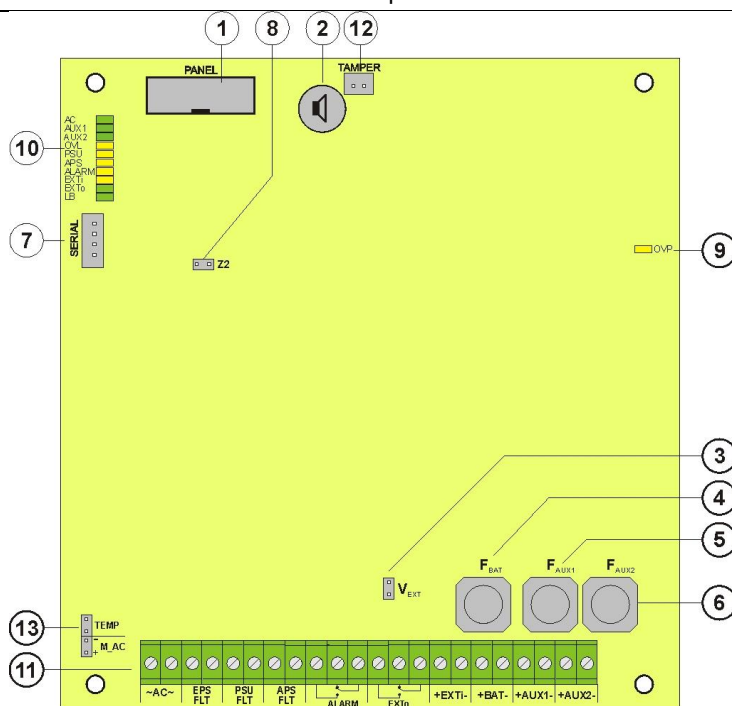
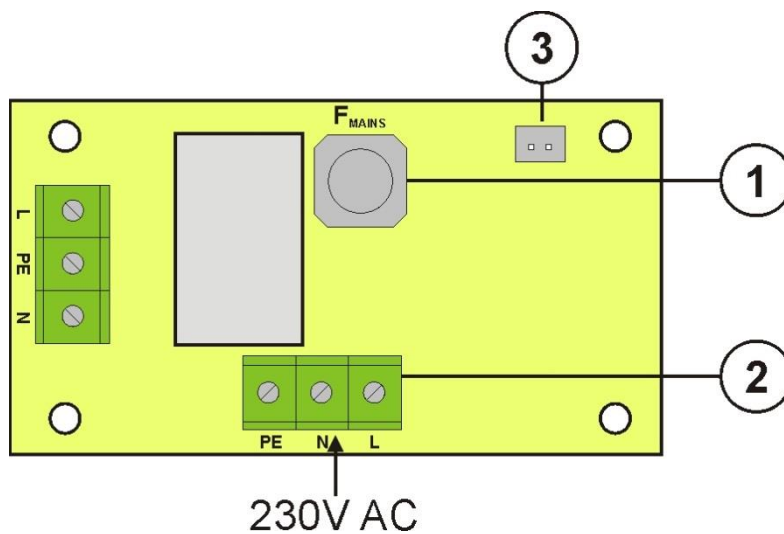

Abb. 2. Blick auf die PCB-Platte des Netzgeräts.
Abb. 3. Blick auf die EMC-Filterplatte.
Tabelle 1. Elemente der PCB-Platte des Netzgeräts (Abb. 2).
Tabelle 2. Bestandteile der PCB-Platte des EMC - Filters (Abb. 3).
①	Trennungstransformator
②	Platte des Netzgeräts (Tab. 1, Abb. 2)
③	Temperatursensor der Akkumulatoren
④	Platz zur Montage zusätzlichen Moduls: INTR, INTE, INTW
⑤	Platz zum Anschluss des Sicherungsmoduls EN54-LB4 oder EN54-LB8
⑥	TAMPER; Mikroausschalter (Kontakte) des Sabotageschutzes (NC)
⑦	EMC - Filtermodul (Tab. 2, Abb. 3)
⑧	Akkumulatoren 2x17Ah
⑨	Umformung zur Montage des Grommets
⑩	Umformung zur Montage des Grommets (WiFi-Antenne oder Kommunikationsleitung mit Interface)
⑪	Umformung zur Verlegung von Unterputzleitungen
⑫	Schloss
⑬	Akkumulatorkonnektoren; positiv: +BAT = rot, negativ: - BAT = schwarz